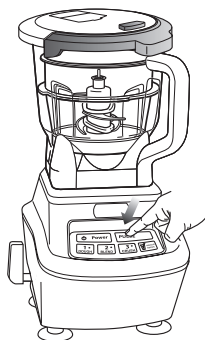

Fig. 5
- 8 Seleccione la velocidad de acuerdo con sus necesidades. Para obtener los mejores resultados, presione el botón "Pulse" a intervalos cortos. (Fig. 5)